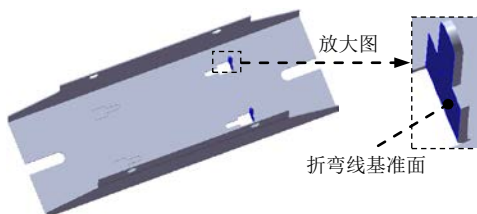

图 11.2.42 固定侧的位置
(2) 定义特征的折弯线。
① 定义折弯线基准面。选取图 11.2.42 所示的模型表面作为折弯线基准面。